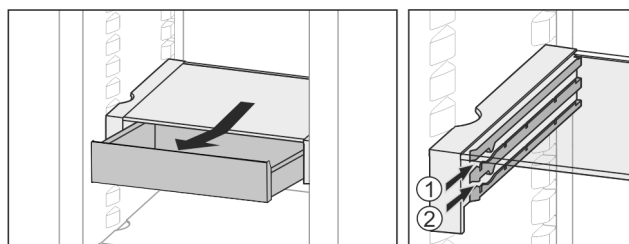

Fig. 35
- Zasuňte v libovolné výšce Fig. 35 (1) nebo Fig. 35 (2).